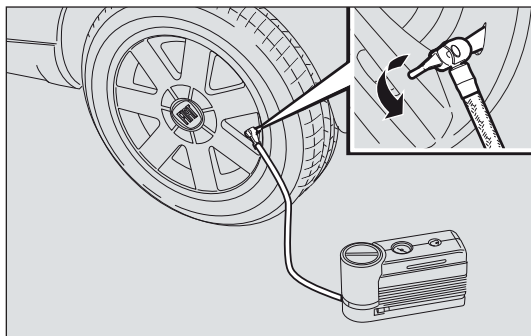
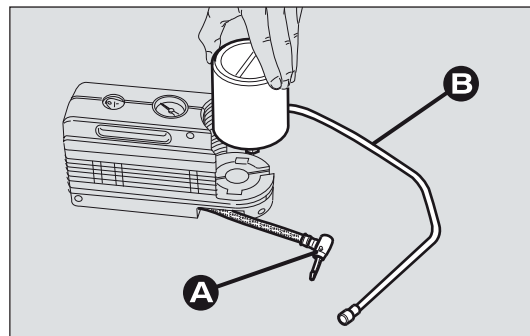

fig. 138
fig. 139
Il compressore può essere utilizzato anche per il solo ripristino della pressione. Svincolare l'innesto A-fig. 139 della bomboletta e collegarlo direttamente alla valvola del pneumatico fig. 138; in questo modo la bomboletta non sarà collegata al compressore e non verrà iniettato il liquido sigillante.
- ☐ disinserire l'innesto A-fig. 139;